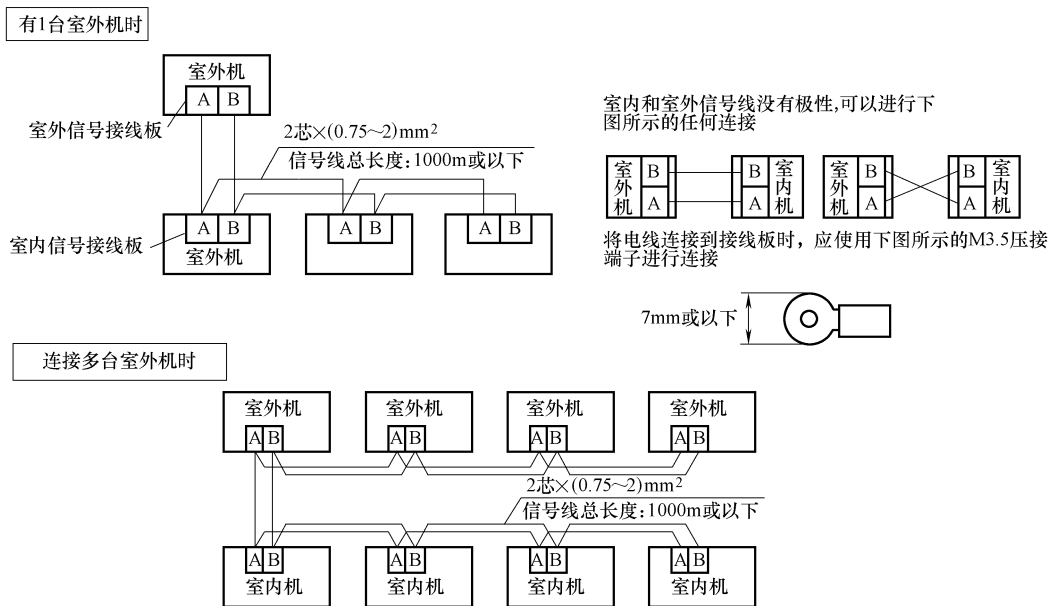

图 3-82 室内和室外信号线连接示意图
1) 信号线为 DC 5V, 因此切勿将它们连接到 220V/240V 的电线。如果连接错误, 所有印制电路板都会被烧毁。信号线没有极性。在室内机和室外机之间、室内机之间以及同号端子之间连接信号线, (A) 和 (A) 之间连接, (B) 和 (B) 之间连接。
2) 请使用屏蔽线作为信号线 (对于屏蔽线的接地, 请找到与 A、B 线路配线板附近的金属壳的连接点)。室内和室外信号线连接如图 3-82 所示。